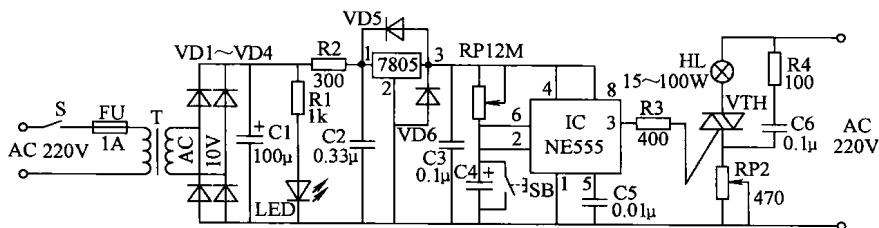

图 5-31 定时调光照明节电电路
电路原理图如图 5-31 所示。其电源由市电 220V 经变压器 T 变压和整流桥（VD1 ~ VD4）整流，电容 C1 滤波，W7805 稳压变成直流电向 NE555 集成电路供电。电路中的延时电路有集成电路 NE555、电容 C4 和 C5、按钮 SB 组成。接通电源开关 S，按一下按钮 SB，NE555 即被置位，输出③脚呈高电平，双向晶闸管 VTH 被触发导通，灯泡 HL 就亮。当放开 SB 后，电源通过 RP1 向 C4 充电，当充至高于  $2V_{DD}/3$  阈值电平时，NE555 复位，⑧脚输出呈低电平，使灯泡 HL 熄灭。微光照明 LED 接通 S 后一直保持工作状态。调整 RP2（470Ω）即可进行调光控制。